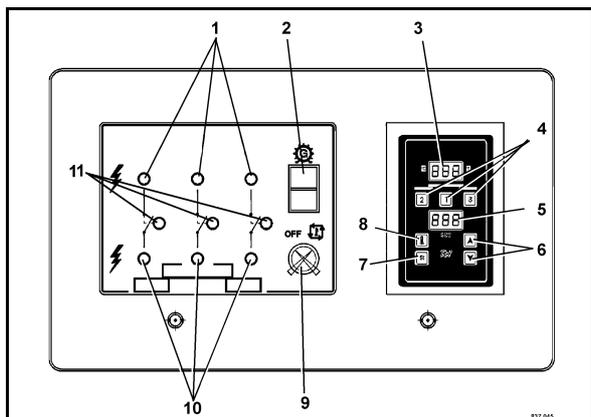

Fig. 80
- Con riscaldamento elettrico: Accendere il riscaldamento del ferro da stiro (Fig. 80) e attendere fino al raggiungimento della temperatura richiesta.